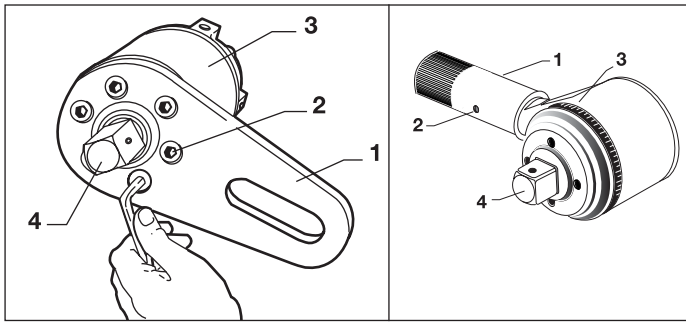

Figure 1, Remplacement de la plaque de réaction
Un carré d'entraînement de sortie à cisaillement contrôlé (Fig. 1, article 4) protège les composants internes au cas où la capacité de sortie maximale est dépassée. Cette protection de surcharge cause la fracture de l'entraînement lorsque la sortie excède de 103 % à 110 % de la capacité de sortie évaluée. Un entraînement de remplacement est inclus avec le multiplicateur de couple (E391, E392, E393, E492, E493, E494, E495). (Il est possible de commander des remplacements supplémentaires auprès du distributeur Enerpac.)
3. Installer la douille femelle du carré d'entraînement de la bonne grandeur sur la sortie du carré d'entraînement du multiplicateur de couple (Fig. 1, article 4). Placer la douille et le multiplicateur de couple sur la fixation pour la serrer.